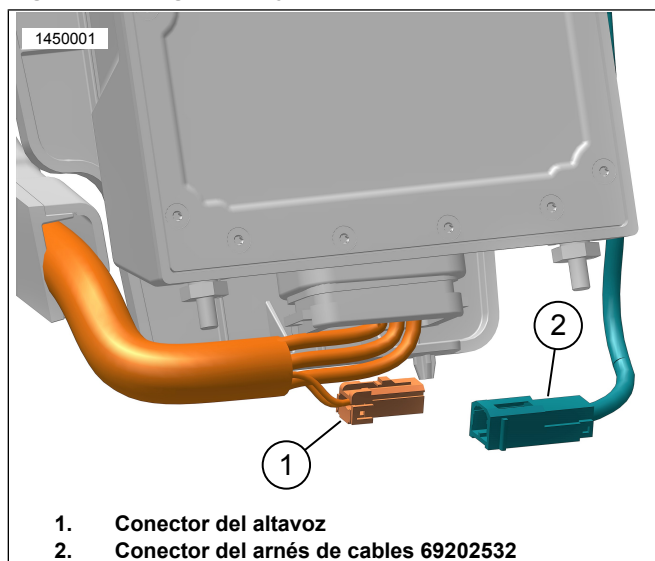

Figura 7. Conecte el altavoz de la alforja izquierda, la derecha es similar
- b. Vea la Figura 7. Conecte el conector del arnés de cables (2) al conector del altavoz (1).